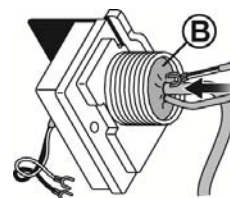
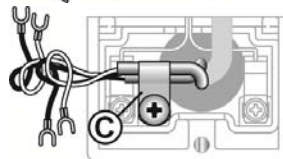

Fig.6
Fig.7
3. Infilate il/i cavo/i elettrico/i del comando remoto attraverso il bocchettone (B), infilando sufficiente cavo per poter essere fissato con la fascetta in dotazione nel punto (C). (Fig.6 e Fig.7)